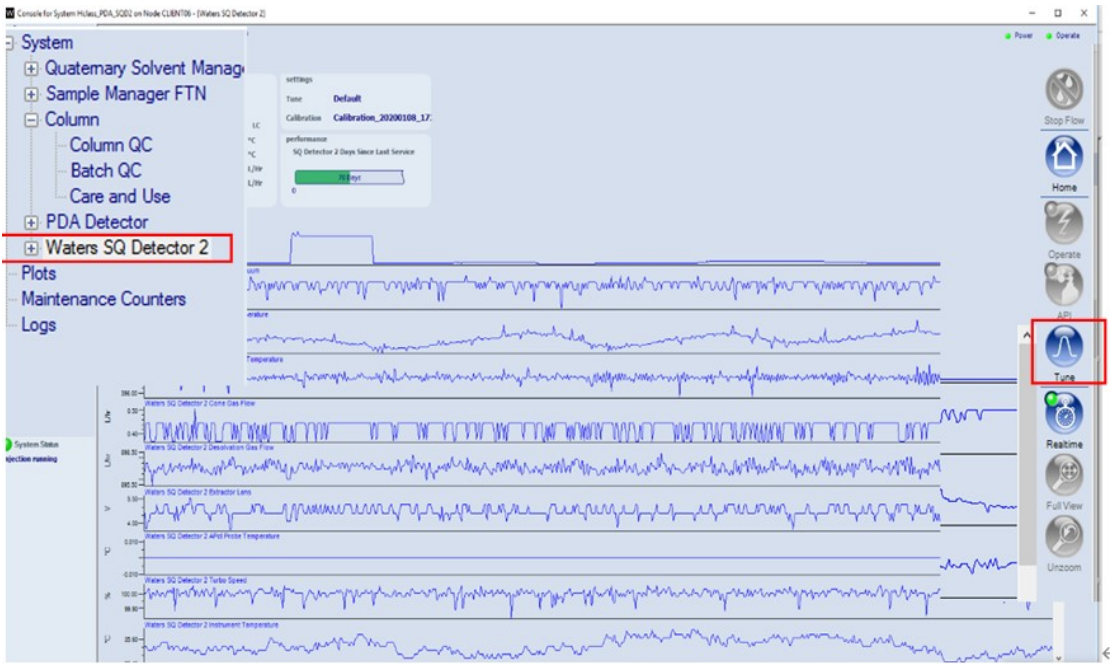
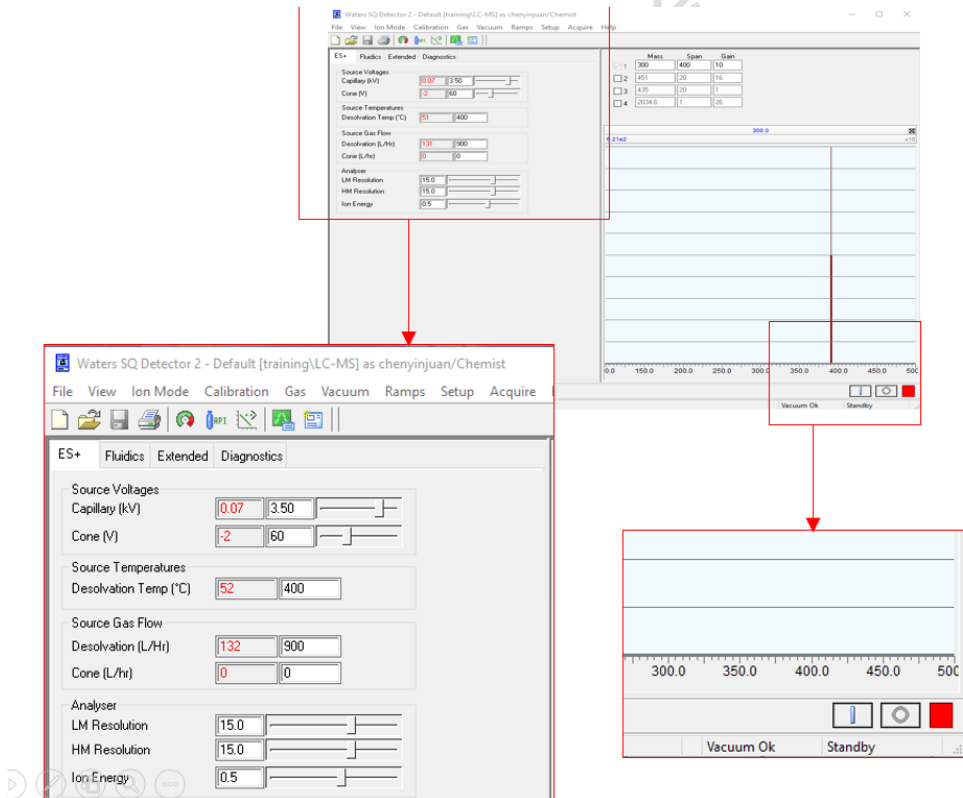

图6-23
图6-24
Step 1. 打开质谱界面。如图6-23，Console界面-选择Waters SQ Detector2-点击右侧Tune图标，打开如图6-24所示的质谱调谐界面。